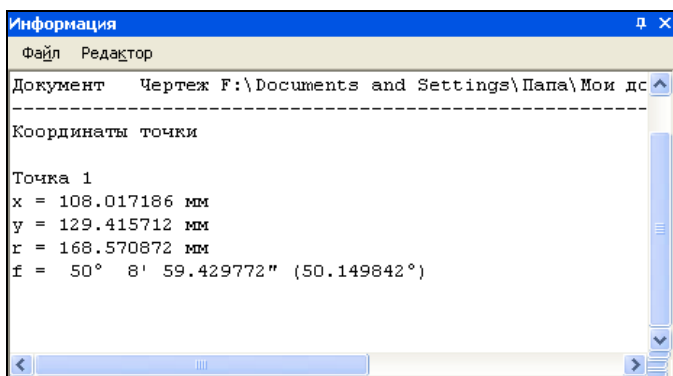

Рис. 19.1. Диалоговое окно Информация
- ◆ щелкните ЛК мыши по кнопке **Координаты точки**. После вызова команды на экране появится диалоговое окно **Информация** (рис. 19.1). В верхней части окна отображается текущая дата и полное имя открытого документа. После вызова команды в окно будет внесено название текущей команды и результаты измерения;